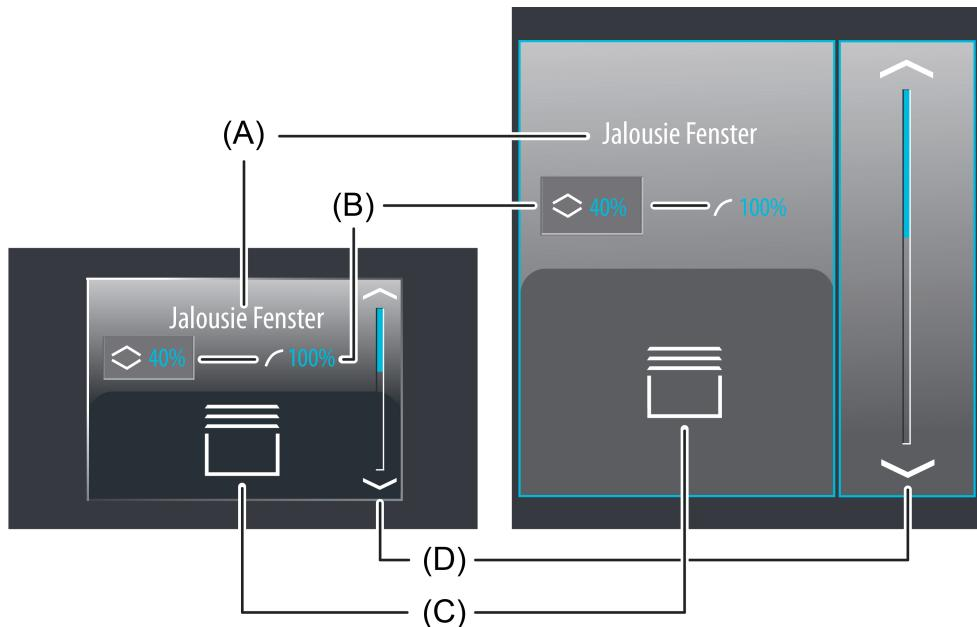

Bild 27: Beispiel für ein Bedien- und Anzeigeelement der Funktion "Jalousie Step / Move / Step"
Der Anzeigebereich enthält verschiedene Darstellungselemente (Bild 27), die durch Parameter beeinflusst werden. Jeder KNX Funktion kann in der Konfigurationssoftware eine Bezeichnung vergeben werden (A). Diese Text-Bezeichnung wird im Anzeigeelement zentriert zur Anzeige gebracht, wodurch steuerbare KNX Funktionen für den Anwender kenntlich gemacht werden (z. B. "Jalousie Fenster"). Zusätzlich können unterhalb der Bezeichnung zwei Statuswerte (B) für Behanghöhe und Lamellenposition eingeblendet werden, die abhängig von den Objektwerten der Positions-Rückmeldungen des angesprochenen Jalousieadernaktors Positions Werte im Klartext anzeigen ("0...100 %"). Solange nach einem Gerätereset noch keine Rückmeldungs-Objektwerte empfangen wurden, zeigen die Statuswerte "---%" an.